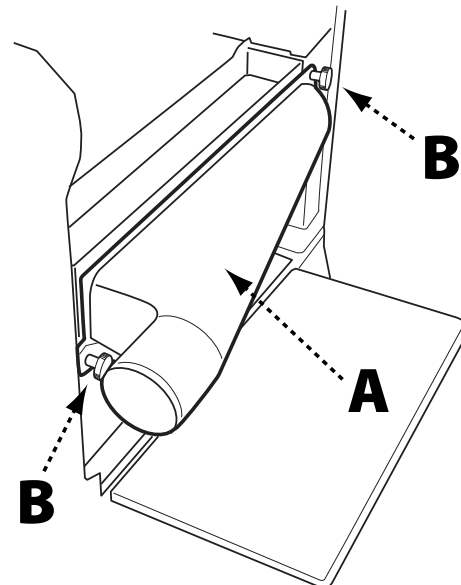

FIGURA 2
Consulte la Figura 2
1. Retire el conducto de polvo desatornillando las dos perillas de seguridad que se muestran en la Figura 2.